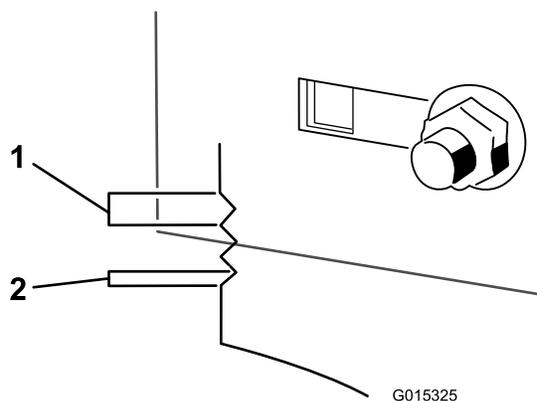

Figure 52
**Remarque:** La surface de chaque cran équivaut à 6,35 mm (1/4 po), tandis qu'un côté équivaut à 3,2 mm (1/8 po), comme montré à la Figure 52.